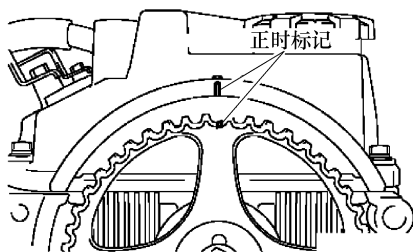

图 4-66 对齐凸轮轴链轮正时标记
1) 对齐凸轮轴链轮上的正时标记和气门室盖上的正时标记, 如图 4-66 所示。